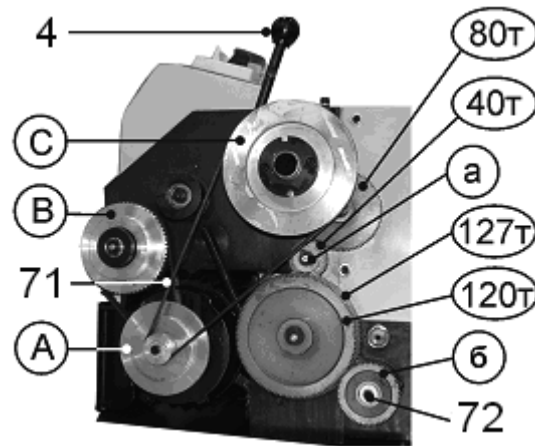

Рис. 20
10.4.5. Откройте защитный кожух гитары (2), как указано в п. 9.3.2. По таблице 2 или наклейке (3) установите необходимые шестерни (а) и (б), Рис. 20, закройте кожух гитары (2), п. 9.3.2.
10.4.6. Пользуясь таблицей 2 или наклейкой (3), **при выключенном станке**, перемещайте рычаг (1) переключения скорости автоматической подачи, при необходимости проворачивайте патрон (8), Рис. 19. Можно менять скорость автоматической подачи. Например, при установке шестерен а=28Т и б=60Т, Рис. 20, в положении 9 рычага (1) переключения скорости автоматической подачи по шкале (69) – скорость подачи равна 0,12 мм на один оборот шпинделя. При установке рычага (1) переключения скорости автоматической подачи в положение 1 по шкале (69) – скорость подачи равна 0,21 мм на один оборот шпинделя и т.д., Рис. 19.
При каждом перемещении рычага (1) переключения скорости автоматической подачи необходимо рычаг натяжения ремня (4) привести в крайнее положение от себя, Рис. 20.
10.5.2. Переставляя клиновой ремень (71) на шкивах А, В, С в положения 1, 2, 3 согласно таблице 3, можно ступенчато изменять скорость вращения шпинделя – 100; 250; 350; 500; 900 и 1800 об/мин, Рис. 20, (А, В, С - шкивы). Например, при установке клинового ремня (71) на шкивах В, С в положении 1 – скорость вращения шпинделя равна 100 об/мин, а в положении 3 - скорость вращения равна 500 об/мин и т.д., Рис. 20.
10.6.4. Комбинации использования шестерен для нарезания резьбы см. в таблице 4 и Рис. 20.
1. См. Рис. 20
2. См. Рис. 20
10.6.5. Выкрутите крепёжный болт (72), закрепляющий шестерню (б) и снимите стопорную шайбу шестерни (а), Рис. 20.
10.6.6. Осторожно снимите шестерни, чтобы сохранить на месте шпонки на валах и установите необходимые шестерни (а) и (б), как показано на схеме сборки узла настройки. Количество зубьев на каждой шестерне промаркировано. Установите крепёжный болт (72) шестерни (б) и стопорную шайбу шестерни (а), Рис. 20.
10.6.8. Положение шестерен 120Т и 127Т для метрической резьбы показано на Рис. 20.
10.6.9. Для нарезания дюймовой резьбы шестерни 120Т и 127Т необходимо поменять местами, Рис. 20.